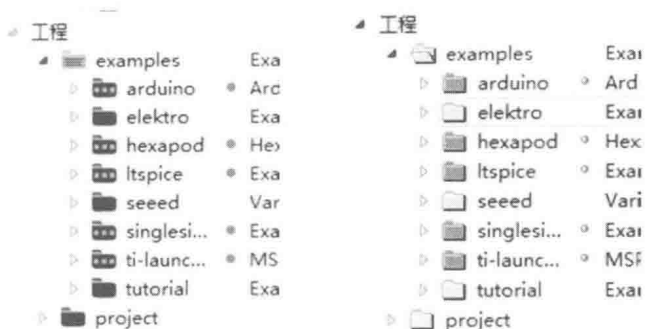
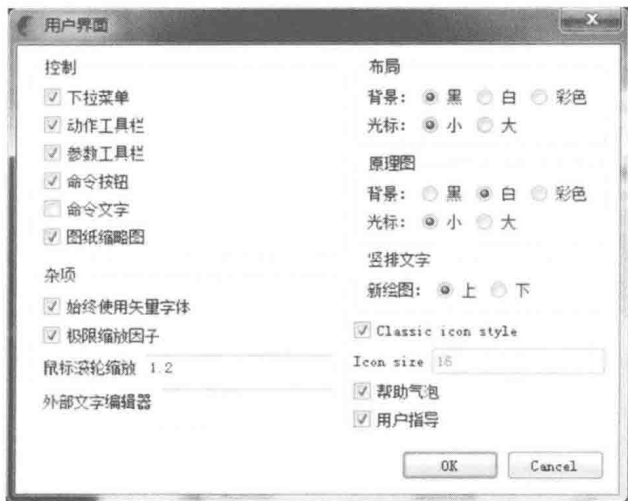

图7-10 EAGLE的图标样式
图7-11 EAGLE的用户界面设置
- **用户界面：**如果不喜欢 6.0 版以后新的图标，可以勾选“Classic icon style”选项，软件默认为矢量字体，勾上防止导出的 Geber 文件的字体和预期不符，原理图和 PCB 的背景、光标按照各自喜好设置。EAGLE 的图标样式对比如图 7-10 所示。EAGLE 的用户界面设置提示框如图 7-11 所示。